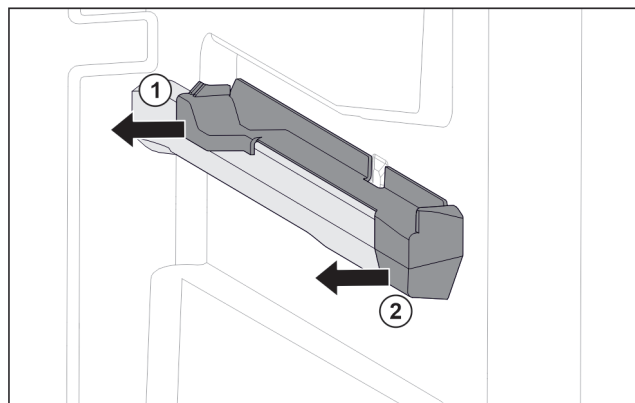

Fig. 96 Felhúzható elem a jobb oldali tartóbordán
- ▶ Oldalra húzza le a felhúzható elemet. Fig. 96 (1)
- ▶ Húzza előrefelé a felhúzható elemet. Fig. 96 (2)